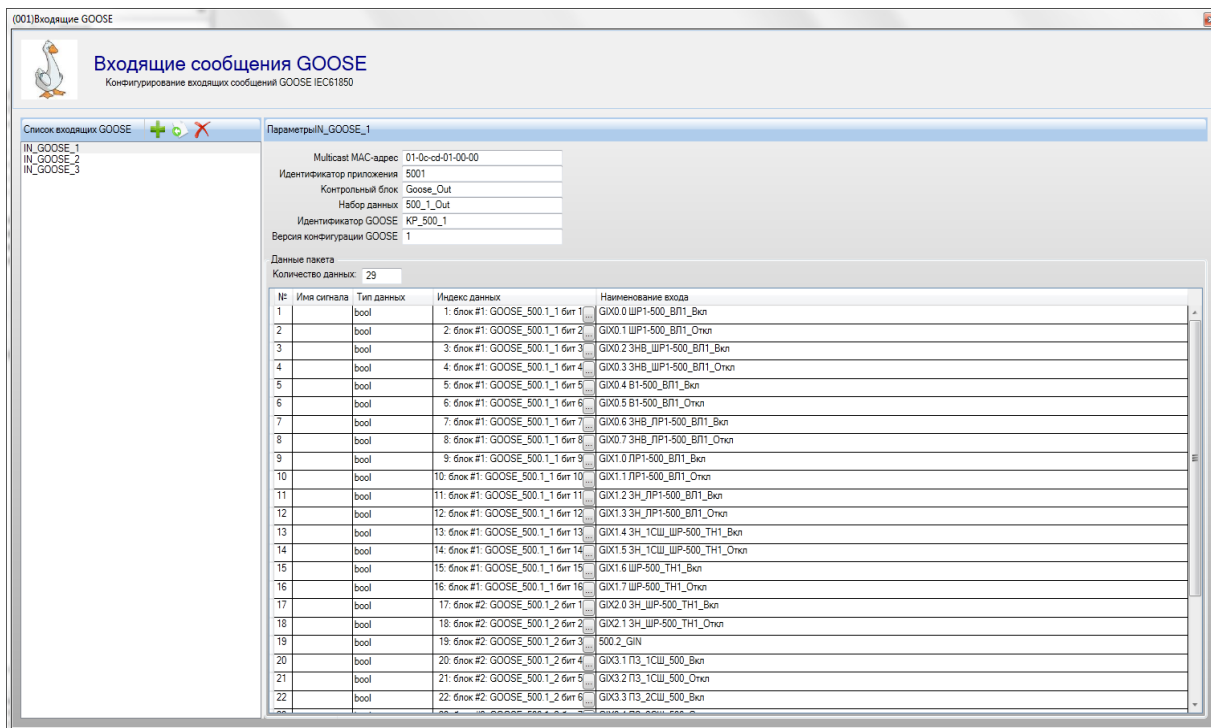
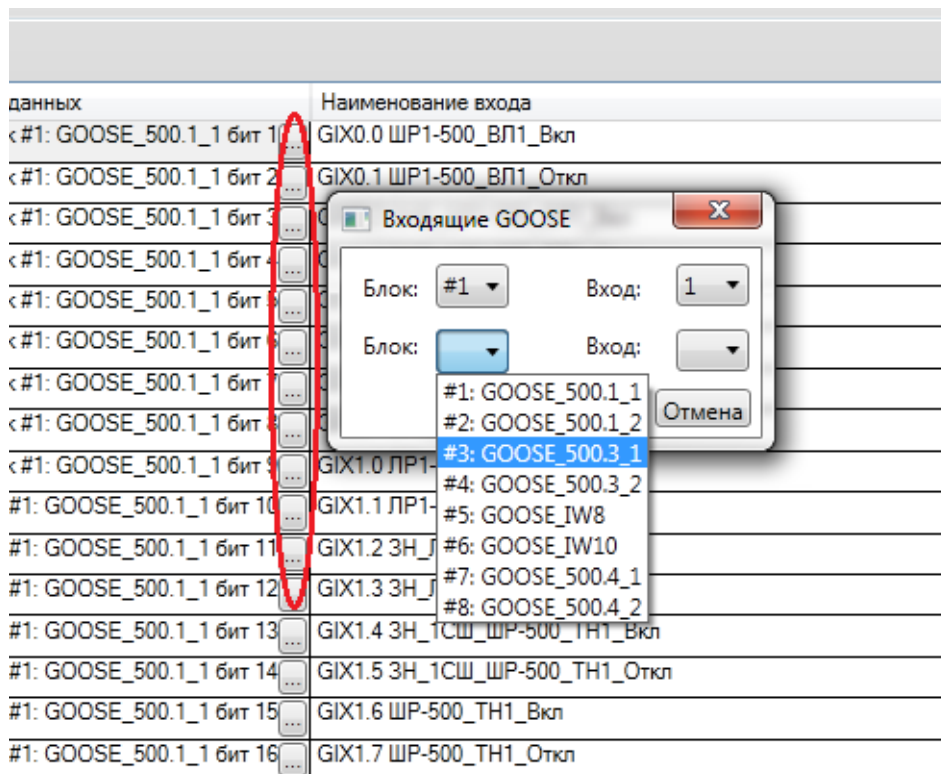

Рисунок 7.11 – Настройка входящих GOOSE
Рисунок 7.12 – Настройка входящих GOOSE
2) в разделе **IEC61850** → **Входящие GOOSE** задать параметры получаемых GOOSE сообщений: по одному блоку IEC 61850_GOOSE_IN на каждую рассылку (рисунок 7.11). Для выбора индекса данных необходимо вызвать диалоговое окно (рисунок 7.12).